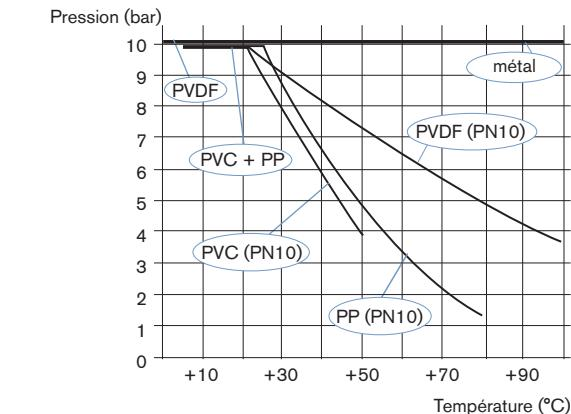

Fig. 3 : Dépendance pression du fluide - température du fluide pour le 8220 inséré dans un raccord S020, en fonction du matériau du raccord S020 utilisé
Pression du fluide	<p>PN 10</p> <p>La pression max. admissible du fluide peut être limitée par la température du fluide et le matériau du raccord S020 utilisé (voir Fig. 3)</p>
Température du fluide	<p>La température max. admissible du fluide peut être limitée par la pression du fluide et le matériau du raccord S020 utilisé (voir "Fig. 3")</p>
- ▶ Tenir compte de la dépendance entre la température du fluide et la pression du fluide selon les matériaux du raccord (voir Fig. 3, page 11).